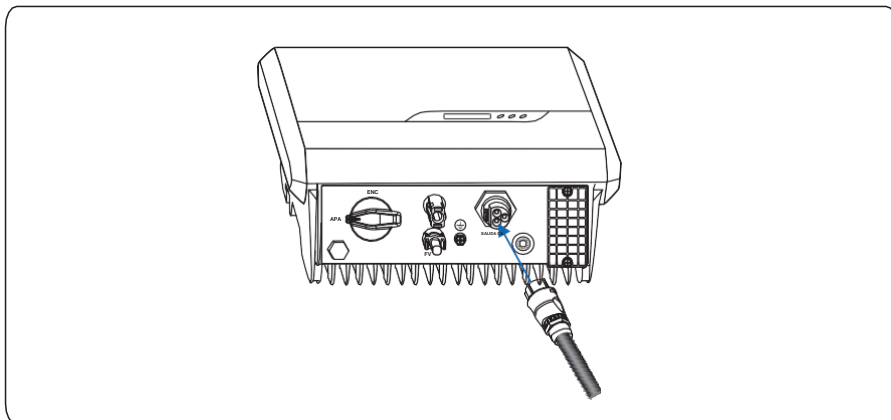

Figura 5.7 Conexión del conector de CA
**Paso 3** Una vez realizado el cableado de la CA, ajuste el conector de CA en el terminal de CA del inversor y compruebe que esté bien conectado, tal como se ilustra en la figura 5.7.